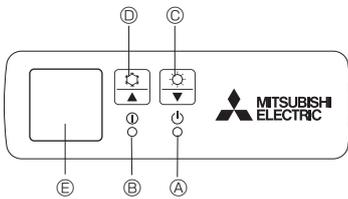

Fig. 5-1
[Fig. 5-1] ④ Spia DEFROST/STAND BY
- ⑤ Spia di funzionamento
- ③ Interruttore del funzionamento di emergenza (riscaldamento)
- ② Interruttore del funzionamento di emergenza (raffreddamento)
- ① Ricevitore